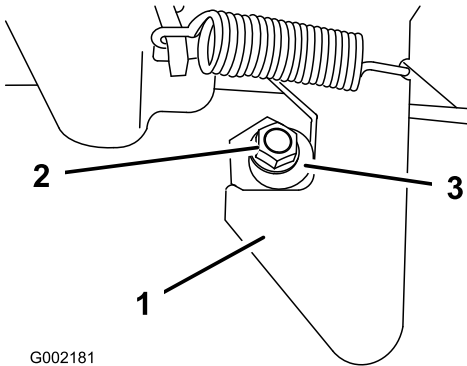

Figura 20
1. Desaperte a porca no perno do trinco (Figura 20).
2. Rode o perno no sentido dos ponteiros do relógio até o encostar ao trinco e aperte a porca (Figura 20).